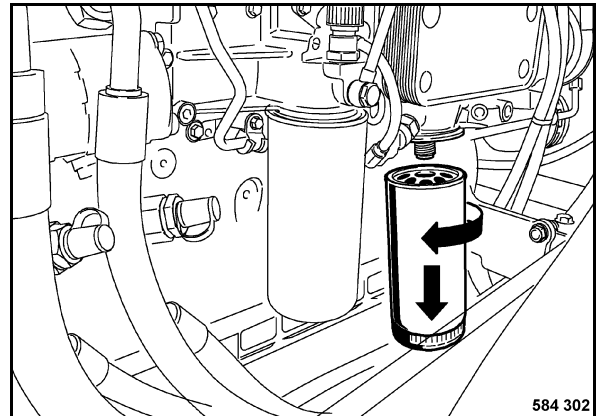

Fig. 163
- Limpiar la parte exterior del cartucho filtrante (Fig. 163) a fondo.